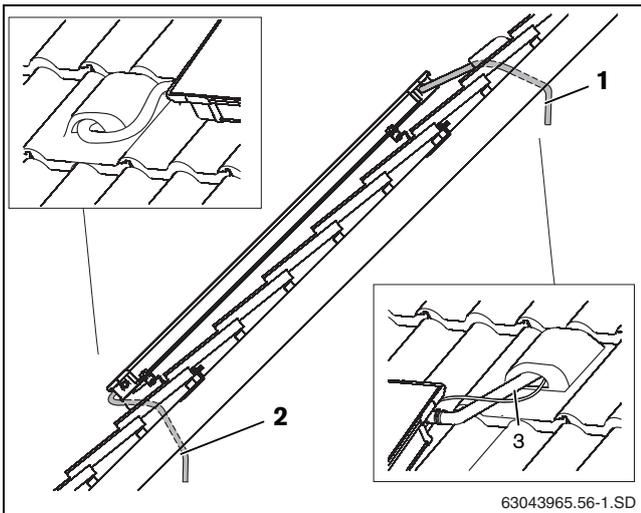

Fig. 47 Sistemazione delle tubazioni di allacciamento sotto il tetto
- ▶ Far passare il tubo di gomma per solare insieme al cavo della sonda attraverso la tegola di ventilazione (fig. 47, [1]) e attraverso l'isolamento del tetto.